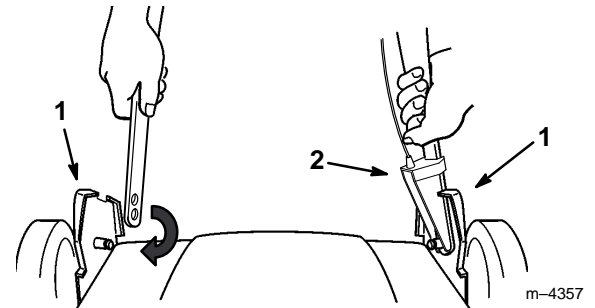

Figure 2
4. Serrer les branches du mancheron inférieur l'une vers l'autre et accrocher le bas de la branche droite du mancheron inférieur sur le goujon du support de montage de droite (Fig. 2).
3. Accrocher le bas de la branche gauche du mancheron inférieur et le guide-câble sur le goujon du support de montage de gauche (Fig. 2).